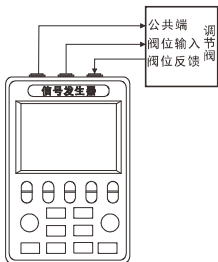

图 7 调节阀门
- ①按图 7 连接好信号线。
- ②按蓝色 **信号** 键切换测量信号类型为电压/电流。
- ③按黄色 **信号** 键切换输出信号类型为电压/电流。
- ④按黄色 **输出** 键，LCD 屏幕中 **SOURCE** 由 **OFF** 变成 **ON**，启动输出。
- ⑤在 LCD 测量值显示区显示实际阀门的反馈测量值。